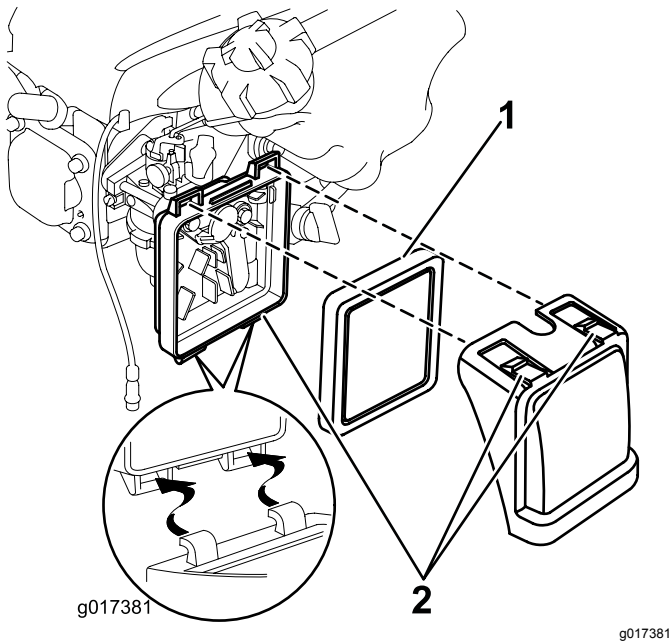

Figure 17
1. Appuyez sur les languettes de verrouillage en haut du couvercle du filtre à air (Figure 17).
2. Ouvrez le couvercle (Figure 17).
3. Retirez le filtre (Figure 17).
6. Insérez l'élément filtrant dans le filtre à air (Figure 17).
7. Remettez le couvercle en place (Figure 17).